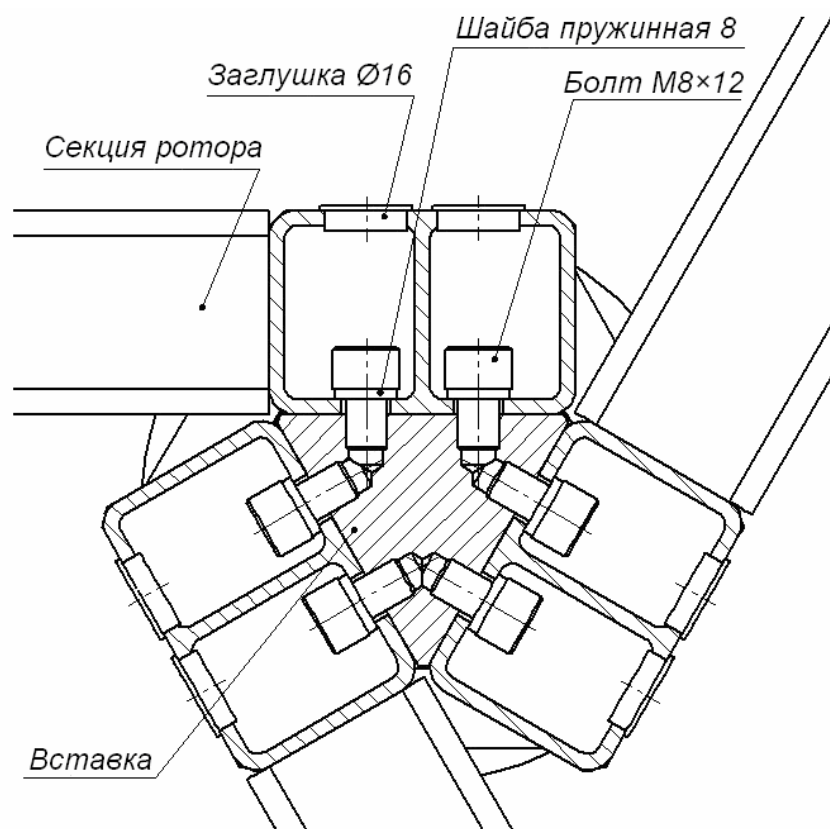

Рисунок 17. Схема соединения секций ротора (1)
- 12.3. Аналогично закрепите вторую секцию ротора (см. рис. 17). Окончательно затяните болты. Ротор собран.